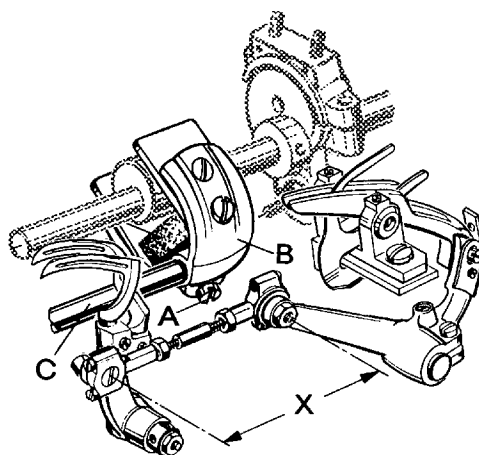

Fig. 11
Rotate handwheel in operating direction so that the looper moves from right to left. The looper point should pass the back of the needle as close as possible without bending it to the front. For adjustment loosen screw (A, Fig. 11) in the looper eccentric fork (B) and turn looper rocker shaft (C) on the looper rocker with looper forward or backward as required. Retighten screw (A).
Drehen Sie das Handrad in Nährichtung so, daß sich der Greifer von rechts nach links bewegt. Die Greiferspitze soll so dicht wie möglich hinter der Nadel vorbeigehen, ohne diese nach vorne wegzudrücken. Zur Einstellung lösen Sie die Schraube (A, Fig. 11) in der Greiferexzentergabel (B) und schwenken die Greiferhebelwelle (C) am Greiferhebel mit Greifer nach Bedarf vor oder zurück. Ziehen Sie die Schraube (A) wieder an.